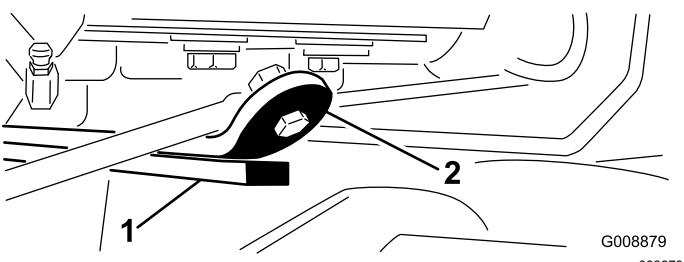

Figure 28
3. Mettez le moteur en marche, élévez les bras de levage et vérifiez que l'écartement entre le segment d'usure sur le dessus de la barre d'usure de l'unité de coupe arrière et la bride de butée est compris entre 0,51 et 2,54 mm, comme montré à la Figure 28.